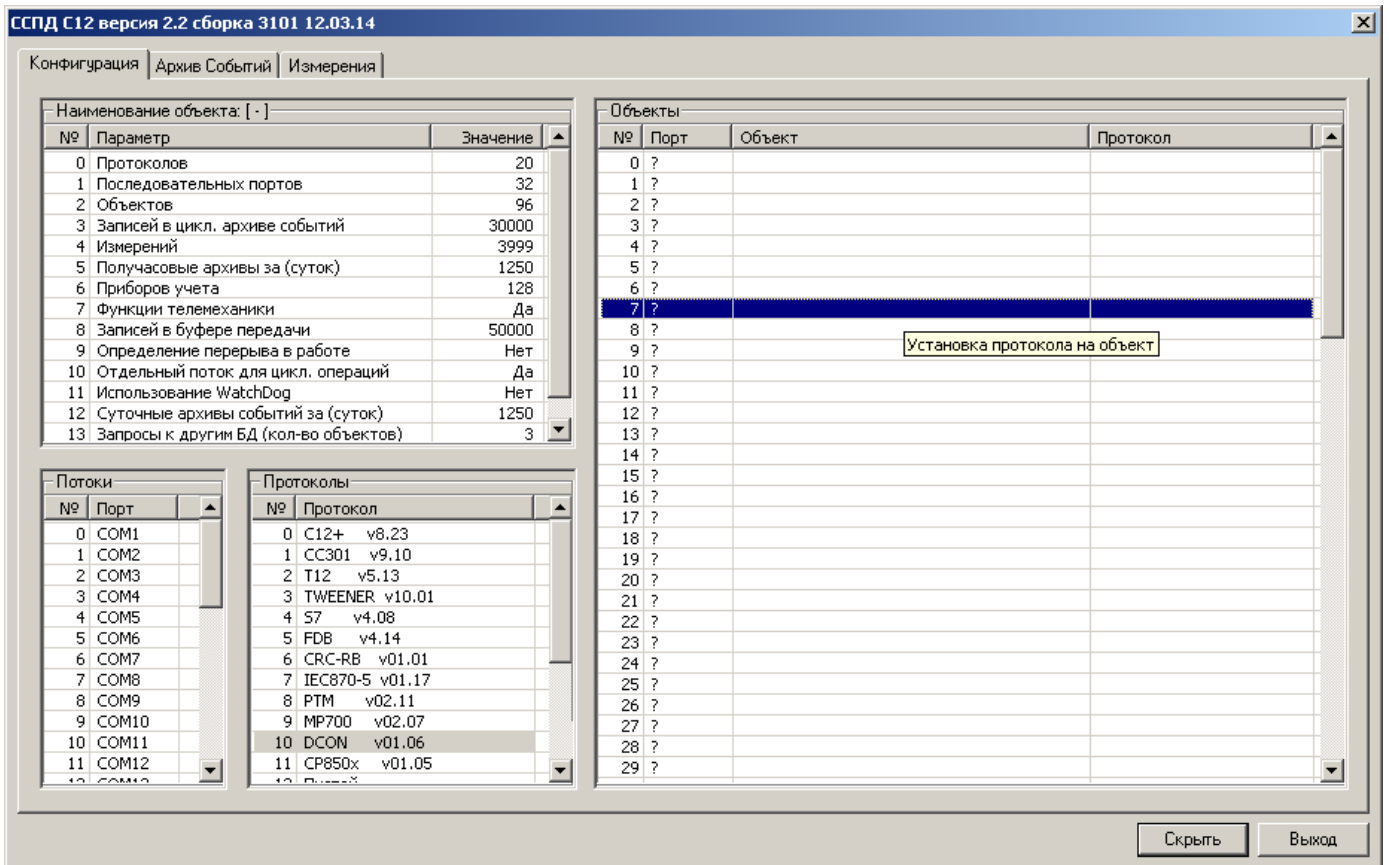

Рис. 3.2. Добавление объекта библиотеки dcon
2. Выбираем требуемый протокол из списка в окне «Протоколы» и, удерживая нажатой левую клавишу мыши, перетаскиваем протокол на выбранный номер объекта в окне «Объекты» (рис. 3.2) и отпускаем клавишу мыши;